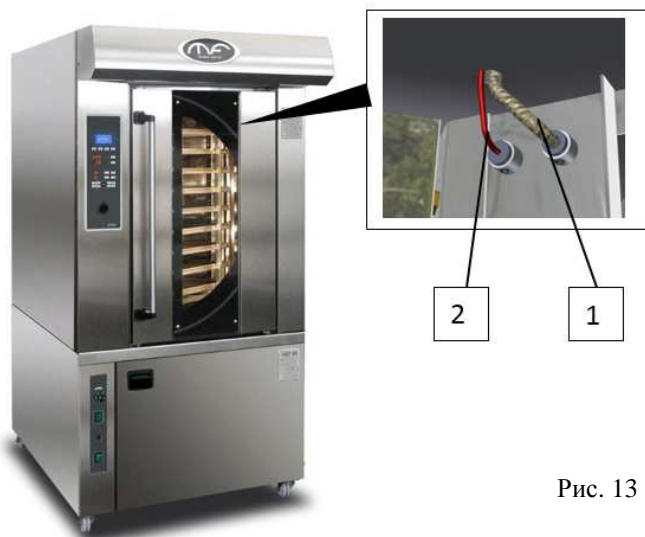

Рис. 13
Края датчика (1 - рис. 13) температуры для терморегулирования и края датчика (2 - рис. 13) предохранительного термостата крепятся с помощью винтов в специальных гнездах, на стенке подачи воздуха в правом углу, внутри камеры выпекания. Датчики должны заходить в гильзы по крайней мере на 45 ÷ 50 мм.
- m) запустите устройство всасывания паров согласно инструкциям, приведенным в руководстве панели управления, и проверьте направление вращения двигателя (см. рисунок 13). Направление вращения должно быть **по часовой стрелке**, если смотреть на двигатель сверху печи. В случае неправильного направления вращения, после отключения напряжения питания (воспользуйтесь автоматическим дифференциальным выключателем на стене), поменяйте местами фазы питания двигателя;